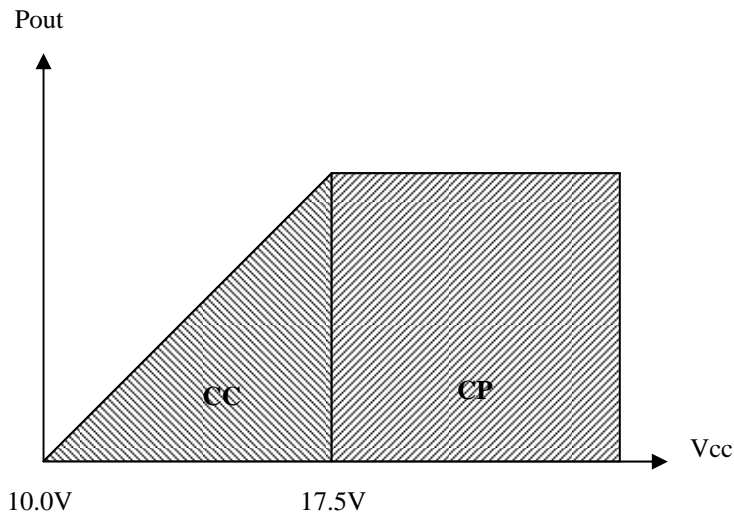
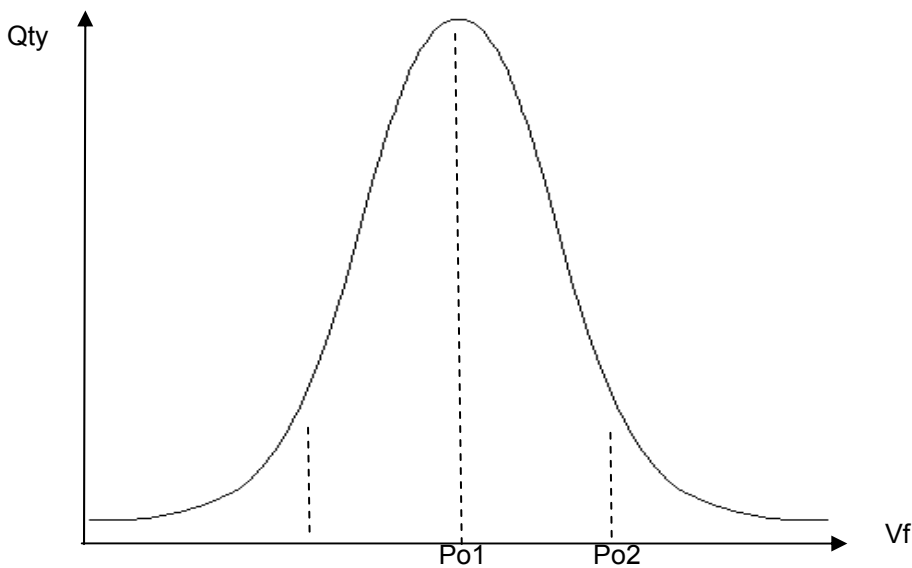

Fig.1
Fig.2
CU6503 的恒流 (CC) 和恒功率 (CP) 混合模式, 为客户提供灵活的设计。客户可自由决定  $V_{cc}$  在恒流模式和恒功率模式之间的切换点 (图 1)。 $V_{cc}$  电压跟随反映了  $V_{out}$  的电压 (LED 正向电压的总和+二极管压降), 如果  $V_f$  的设在中心的位置 (图 2,  $P_{o1}$ ), 当  $V_f$  继续上升时, 恒功率模式下的内部保护电路将限制输出功率在  $P_{o1}$  点上。这样, 输出功率一直在合理的范围内, 从而避免因为过载而引起的发热问题。